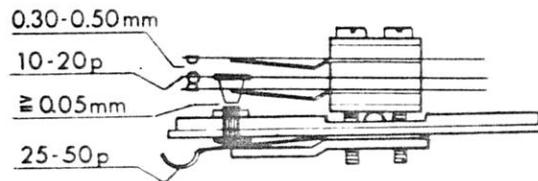

Fig. 1
1.1.1 Abb. 1 zeigt die Justierung der Kontakte und der Betätigungsfeder. Das Spiel ( $\cong 0,05$  mm) zwischen der Betätigungsfeder und dem Betätigungspimpel erhält man durch Justierung des Kontaktpaketes über die Auflagesicke.